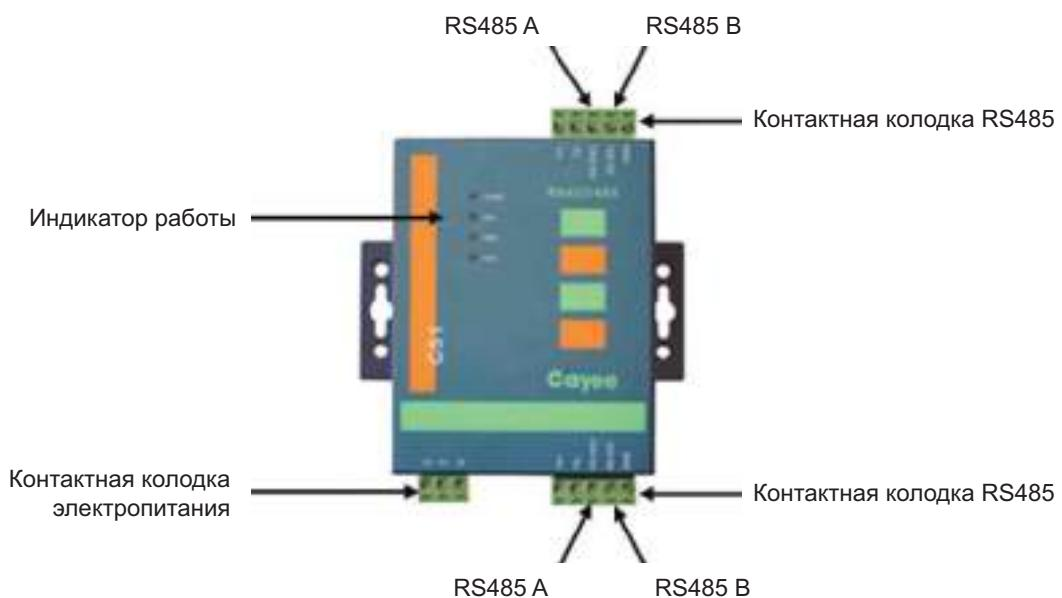

Рис. 7.31
7.5.11.9 Если длина межблочного сигнального кабеля более 800 м или количество блоков коммутации МЕ30-00/E2 в линии более 30 шт., то необходимо устанавливать усилитель сигнала — ретранслятор C51 (рис. 7.31, 7.32).